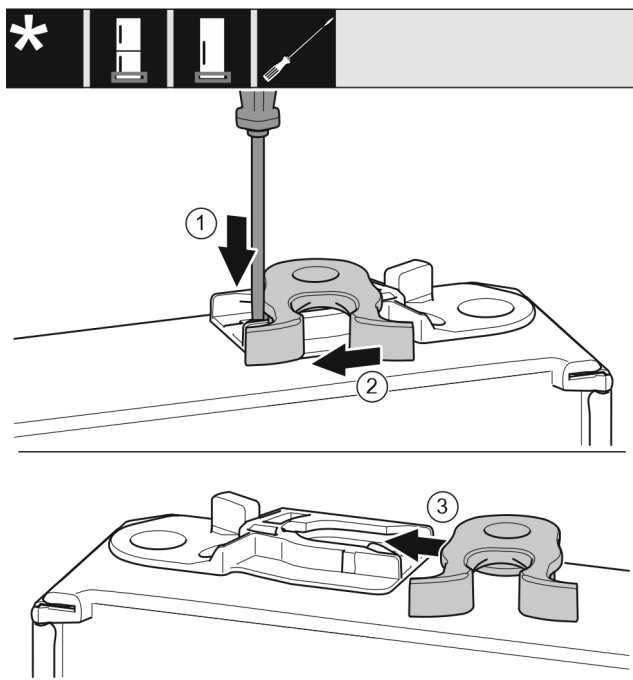

Fig. 23\*
- ▶ Odvijačem s ravnom glavom pritisnite spojnicu Fig. 23 (1) prema dolje.\*
- ▶ Izvucite kuku za zatvaranje Fig. 23 (2) iz vodilice.\*
- ▶ Gurnite kuku za zatvaranje Fig. 23 (3) na drugoj strani u vodilicu.\*